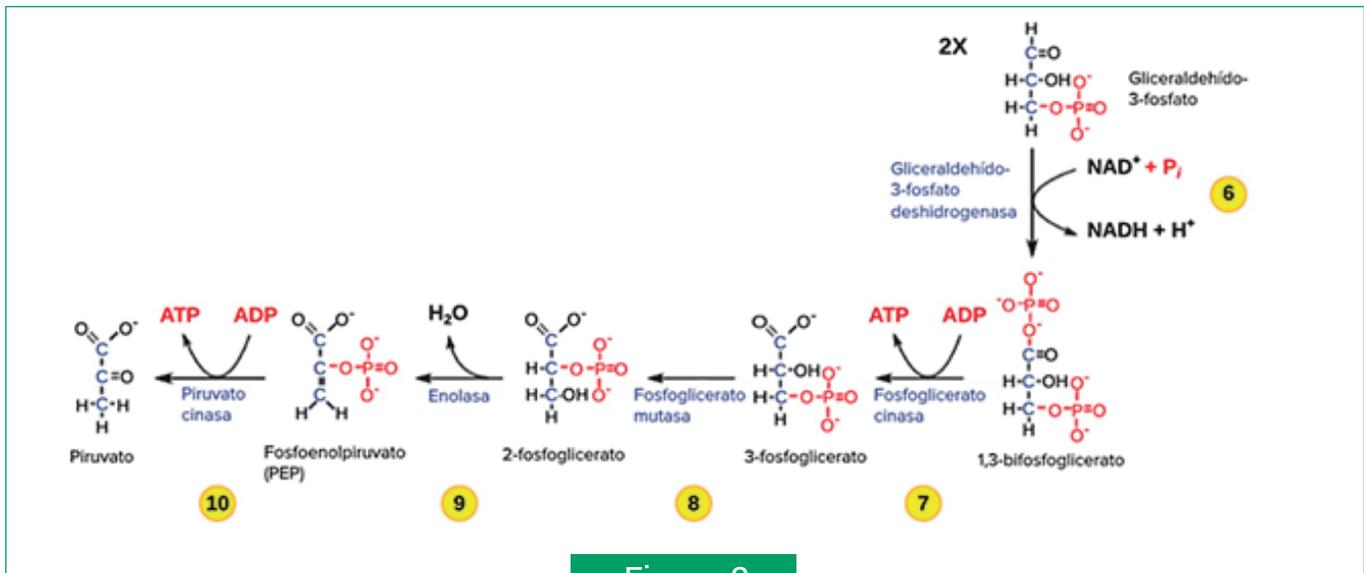

Figura 3
- **Fase de rendimiento:** en esta fase las **triosas fosfato se oxidan formando piruvato**, produciéndose **4 ATP** y **2 NADH**. Cada molécula de **gliceraldehído-3-fosfato** se oxida y fosforila con fosfato inorgánico para formar **1,3-bifosfoglicerato**. Luego, se libera energía cuando las dos moléculas de 1,3-bifosfoglicerato se convierten en **dos moléculas de piruvato** (pasos del 7 al 10) (Nelson & Cox, 2004) (**Figura 3**). Por cada molécula de glucosa se forman cuatro moléculas de ATP y dos moléculas de NADH, sin embargo, en la fase de preparación se utilizan dos moléculas de ATP, por lo cual **el rendimiento neto de la glucólisis son 2 ATP, 2 NADH y 2 piruvatos por molécula de glucosa** (Figura 4).